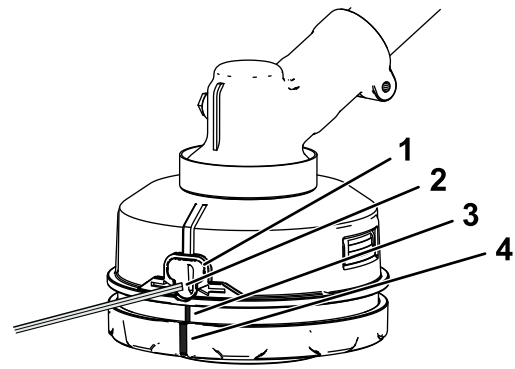

Figura 14
4. Presione y gire la parte inferior del cabezal de la desbrozadora en el sentido indicado por las flechas (sentido horario) hasta que las marcas verdes inferiores estén alineadas con las marcas verdes situadas debajo de los ojales (Figura 14).